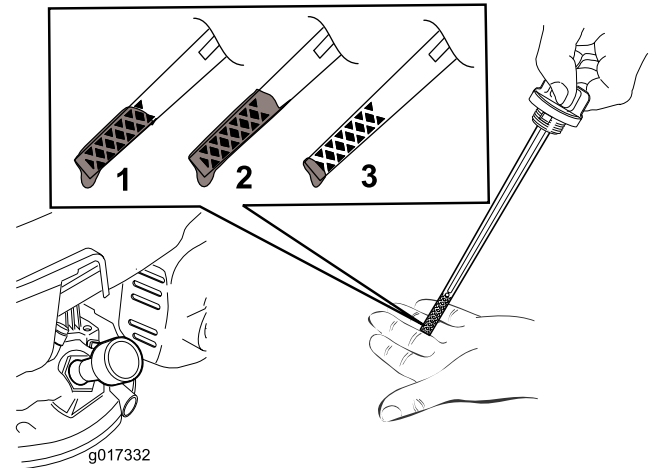

図 11
5. オイルの量の確認方法は 図 11を参照。
注 ディップスティックで量を確認しながら 図 11 に示される適正量までオイルを入れる。オイルを入れすぎてしまった場合には、「エンジンオイルの交換」の項に従って余分なオイルを抜き取ってください。